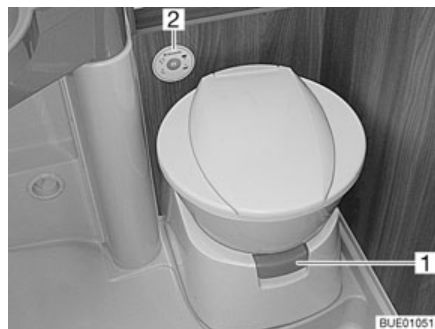
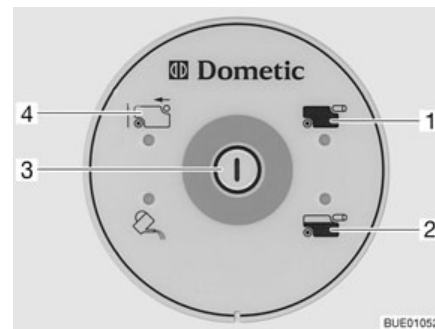

Fig. 255 Cuvette des toilettes avec unité de contrôle et de commande
Fig. 256 Unité de contrôle et de commande toilettes
Faire couler un peu d'eau dans la cuvette des toilettes avant de s'en servir. Appuyer pour ce faire sur le bouton de la chasse d'eau (Fig. 256,3) sur l'unité de contrôle et de commande (Fig. 255,2).
- Avant d'actionner la chasse d'eau, ouvrir le curseur des toilettes. Tirer pour cela sur le levier du curseur (Fig. 255,1).
- Pour actionner la chasse d'eau, appuyer sur le bouton (Fig. 256,3).
Le voyant de contrôle (Fig. 256,2) s'allume lorsque le réservoir pour matières fécales est au 3/4 plein.
Le voyant de contrôle (Fig. 256,1) s'allume lorsque le réservoir pour matières fécales doit être vidé.
- Ouvrir le curseur. Tirer pour cela sur le levier du curseur (Fig. 255,1).
- Enfoncer le levier du curseur (Fig. 255,1). Le curseur se ferme. Pour la vidange il **faut** que le curseur des toilettes soit fermé.
- Extraire et vidanger le réservoir pour matières fécales comme indiqué dans les paragraphes 11.8.5 et 11.8.6. Sur l'unité de contrôle et de commande est allumé l'indicateur "Réservoir pour matières fécales retiré" (Fig. 256,4).